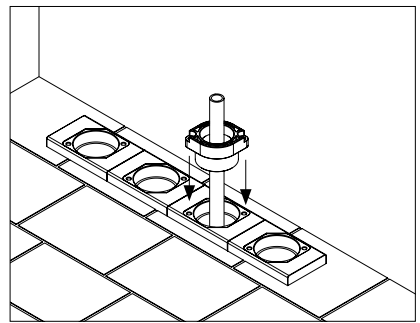

Abbildung 8.2: Einbausituation **KRASO® Bauherren-Komfortpaket - Boden** - mit Estrichaufsatz, **KRASO® BKP Dichteinsatz - Strom** - und Rohrleitung
- Schieben Sie den **KRASO® BKP Dichteinsatz - Strom** - mit der Gummidichtung voraus über die Rohrleitung bis in den Estrichaufsatz des **KRASO® Bauherren-Komfortpakets - Boden** -. Beachten Sie, dass die Schraublöcher am Dichteinsatz und die Kernlöcher am Estrichaufsatz übereinander liegen (s. Abbildung 8.2).